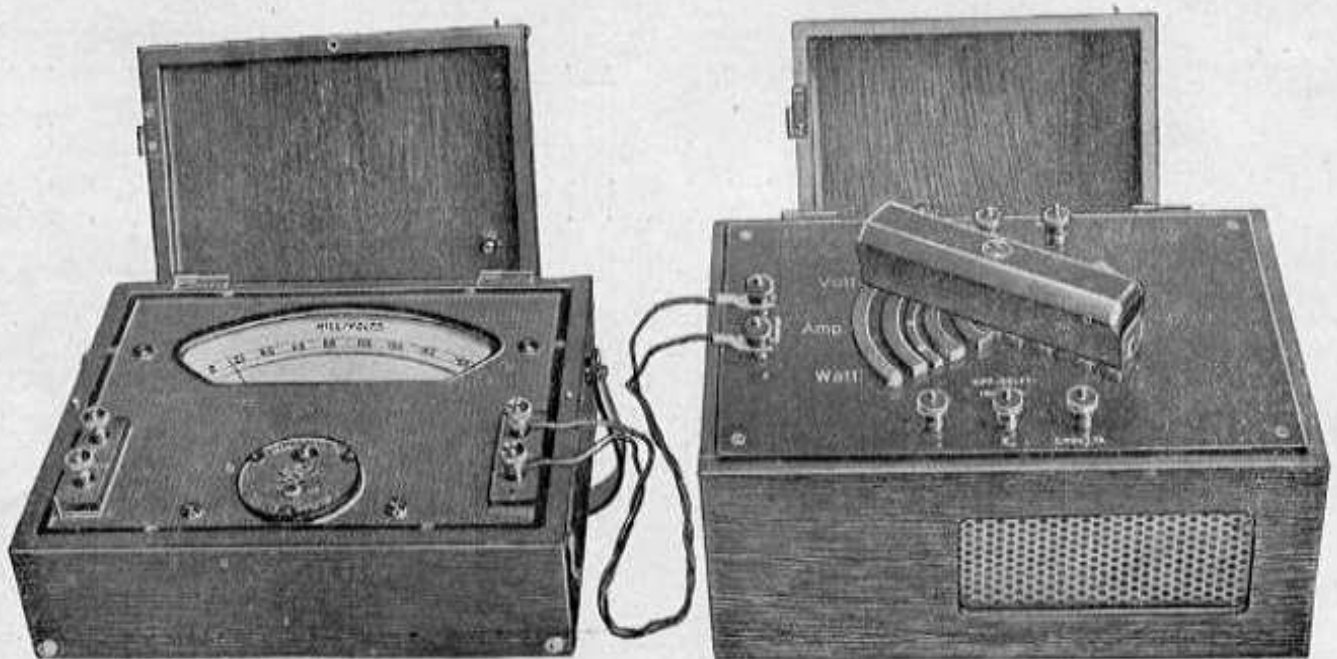

Fig. 12.
W.A.V.-metro come illustrato a fig. 12 . . . . .